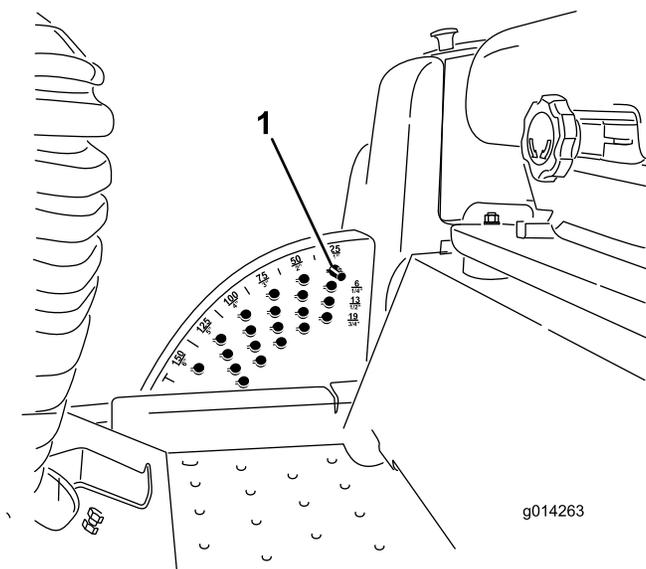

Figure 18
1. Lorsque le moteur tourne, repoussez la commande de levage du tablier de coupe en arrière jusqu'à ce que l'unité de coupe soit complètement levée, puis **relâchez immédiatement** la commande comme montré à la Figure 18.
2. Tournez la goupille de hauteur de coupe jusqu'à ce que la saillie soit en face des fentes dans les trous du support de hauteur de coupe et déposez-la (Figure 18).
3. Placez la goupille dans le trou du support correspondant à la hauteur de coupe voulue et tournez-la pour la verrouiller en place (Figure 18).
Remarque: Il y a 4 rangées de trous (Figure 18). La première rangée donne la hauteur de coupe indiquée au-dessus de la goupille. La deuxième rangée donne la hauteur indiquée plus 6 mm (¼ po). La troisième rangée donne la hauteur indiquée plus 12 mm (½ po). La dernière rangée donne la hauteur indiquée plus 18 mm (¾ po). Un seul trou, situé dans la deuxième rangée, correspond à la hauteur de 15,8 cm (6 po). Il n'ajoute pas 6 mm (0,25 po) à la hauteur de 15,8 cm (6 po).